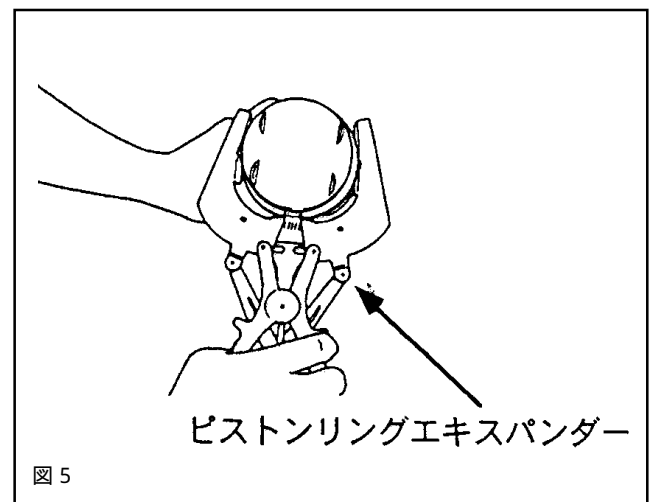

図5
- 6 . 1 図5のように、ピストンリングをピストンリングエキスパンダーを用いてピストンに取付けてください。この時、セカンドリングは図6に示す刻印のある面を上面にしてください。